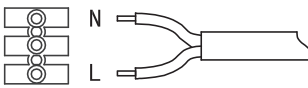

Рис. 1
- Присоедините подготовленные концы проводов к проводам светильника, обозначенных L (красный), N (черный), способом, допустимым «Правилами устройства электроустановок». Для обеспечения высокой степени защиты (IP) требуется применение пылевлагозащитных колодок или коннекторов (Рис. 1).
3. З'єднайте підготовлені кінці проводів світильника позначених L червоий, N чорний, способом допустимим «Правилами улаштування електроустановок». Для забезпечення високого ступеня захисту (IP) потрібне застосування пиловологозахисних колодок або конекторів (Рис. 1).